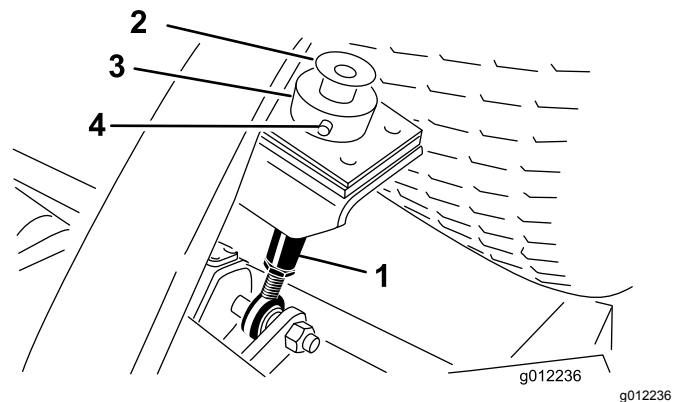

Figura 21
- Retire o parafuso e anilha montados na parte superior de cada barra de altura de corte (Figura 21).
unidade de corte (Figura 21). Retire o anel da altura de corte.